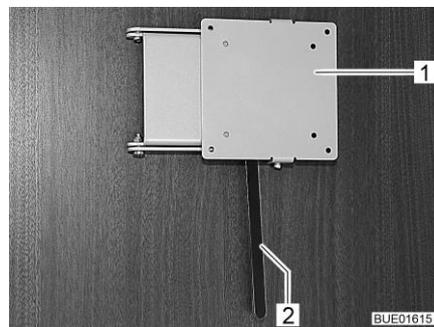

Bild 111 Halterung mit Entriegelungshebel
- Den Entriegelungshebel (Bild 111,2) zur Seite drücken und die Halterung (Bild 111,1) mit dem Flachbildschirm in die gewünschte Position drehen.
- Flachbildschirm zurückdrehen, bis die Halterung (Bild 111,1) in die Verriegelung einrastet.